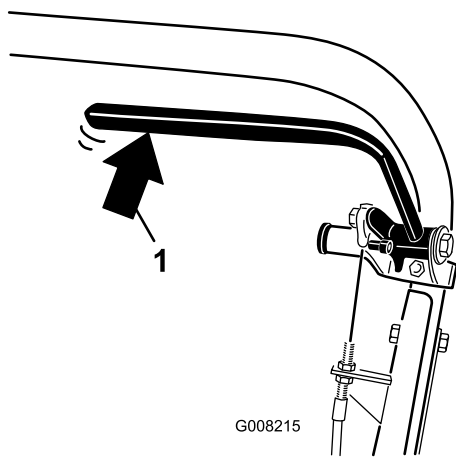

Bild 31
2. Drücken Sie mit einer Federskala rückwärts auf den Betriebsbremshebel (Bild 31). Die Feststellbremse sollte sich bei einer aufgebrachten Kraft von 13,5 kg bis 18 kg lösen. Wenn sich die Feststellbremse löst, bevor eine Kraft von 13,5 kg bis 18 kg aufgebracht wird, muss der Bremszug eingestellt werden. Gehen Sie auf Schritt 3.